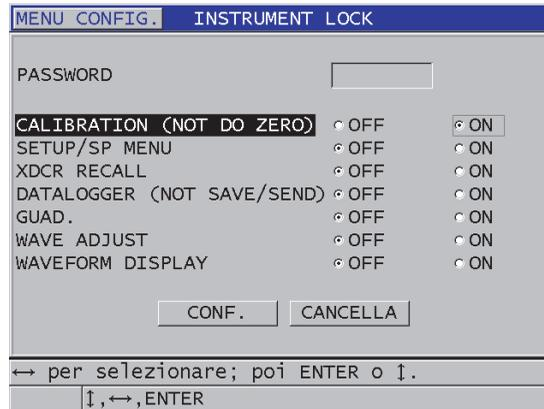

Figura 8-9 La schermata INSTRUMENT LOCK
3. Nella schermata **INSTRUMENT LOCK** (vedere Figura 8-9 a pagina 144):